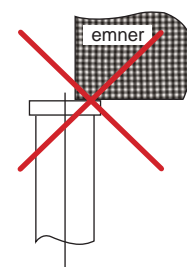

Fig. 2
- Juster aldrig sikkerhedsventilen (18), den er indstillet fra producenten af for at forhindre overbelastning. Komponenterne 10, 11, 18, 19, 20, 21 er alle en del af overlastsikringen.
- Løft aldrig på kanten af donkraftens toplade (fig. 2). Belastningen skal altid være centreret på donkraftens midterlinie.